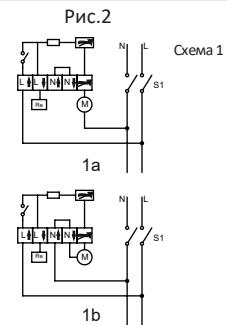

Рис.2
3. Проведите соединительные провода через кабельный ввод (11) в монтажном корпусе (9), предварительно сделав в них отверстия, соответствующие сечению провода.
6. Установите регулятор скорости (7) в монтажный корпус (9) таким образом, чтобы клеммник располагался внизу.
7. Зафиксируйте монтажную пластину (6) на регуляторе скорости (7).
8. Обратите внимание регулировочное отверстие на монтажной пластине (6) должно совпадать с расположением подстроечного резистора на плате регулятора скорости.
9. Зафиксируйте регулятор скорости (7) в монтажном корпусе (9).
Внимание! В помещениях с повышенной влажностью в корпусе (9) сделать отверстие (10) диаметром 5 мм, для выхода конденсата (рис. 2, схема 1б).